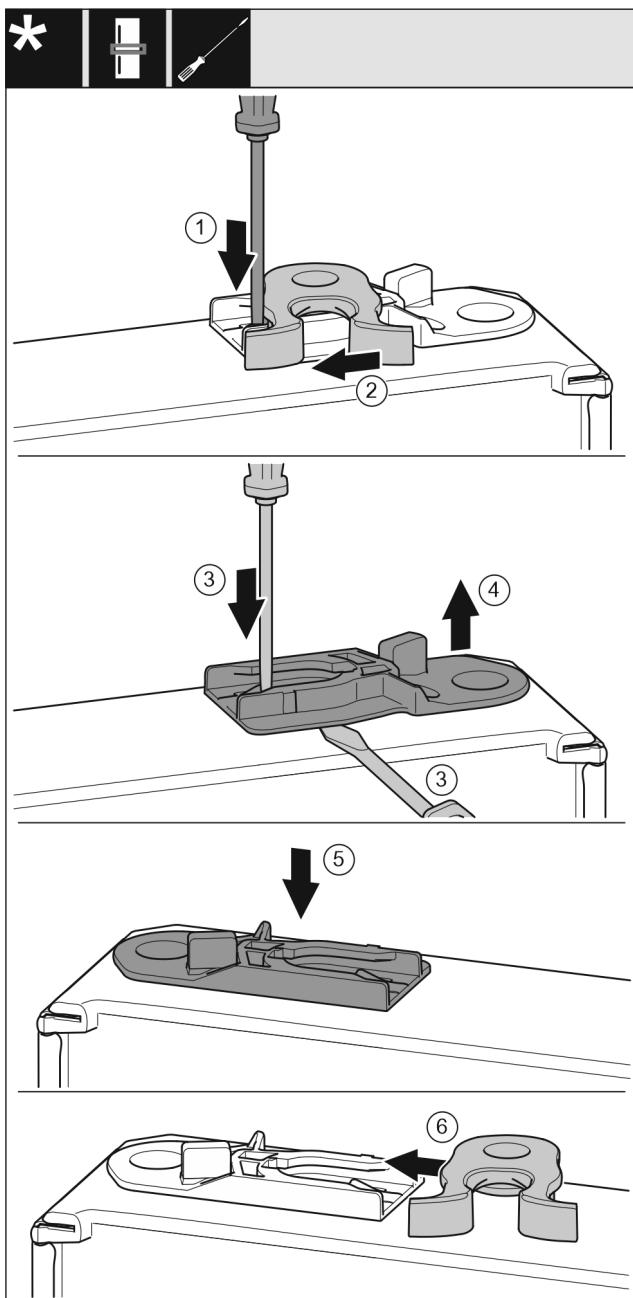

Fig. 20
- ▶ Lasche Fig. 20 (1) mit Schlitzschraubendreher nach unten drücken.
- ▶ Schließhaken Fig. 20 (2) aus Führung ziehen.
- ▶ Führungsbuchse Fig. 20 (3, 4) herausziehen: Lasche mit Schlitzschraubendreher drücken und gleichzeitig mit Schlitzschraubendreher unter Führungsbuchse fahren.
- ▶ Im Lieferumfang beiliegende Führungsbuchse Fig. 20 (5) auf anderer Gehäuseseite einschieben.
- ▶ Schließhaken Fig. 20 (6) in Führung schieben.